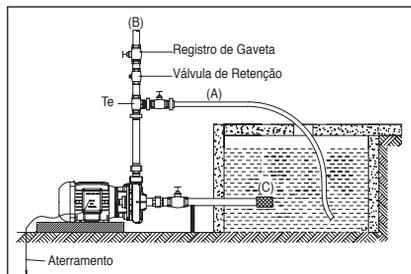

Figura 8 - Instalação Motobomba MSA com sucção positiva
- 2 - Para um perfeito funcionamento da motobomba, quando bombeando água com sólidos em suspensão, recomendamos colocar um Tê no bocal de recalque: em uma das extremidades, conecte um registro e acople uma mangueira (item A da Figura 8), direcionando-a de volta ao local de sucção para misturar as partículas ao líquido a ser bombeado, e, na outra, a tubulação de recalque (item B da figura 8).
Cuide para que a mangueira de recirculação fique afastada do tubo de sucção, evitando desta maneira a formação de bolhas de ar. Instale, também, um pré-filtro (tipo cesto) (item **C** da figura 8) na sucção, afim de impedir a passagem de sólidos de diâmetros maiores do que 4 mm.